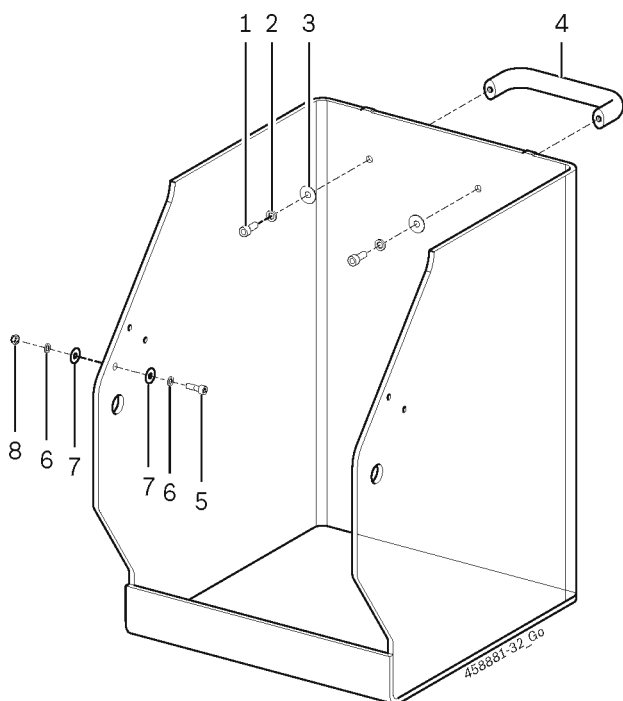

Рис. 33. Установка рукоятки и датчика закрытого положения защитного кожуха
- Закрепите рукоятку (рис. 33, поз. 4) на защитном кожухе, используя болты с внутренним шестигранником M6 x 16 (рис. 33, поз. 1), пружинные стопорные шайбы A6 (рис. 33, поз. 2) и пластиковые шайбы 18 x 6 x 0,5 мм (рис. 33, поз. 3).
- Установите болт с внутренним шестигранником M5 x 16 (рис. 33, поз. 5), пружинную стопорную шайбу A5 (рис. 33, поз. 6) и пластиковую шайбу 15 x 5 x 0,5 мм (рис. 33, поз. 7) с гайкой M5 (рис. 33, поз. 8) на защитное ограждение.